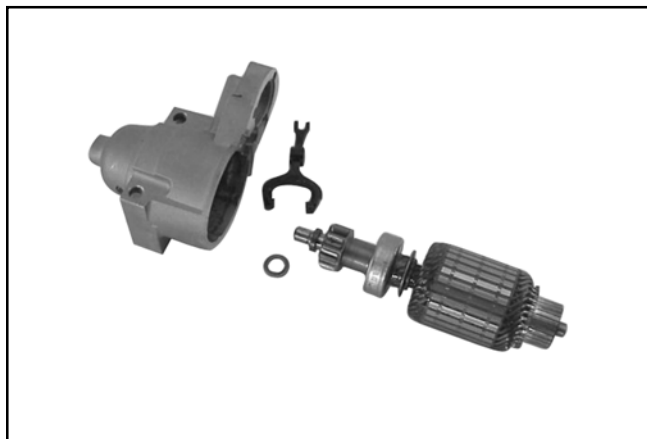

Figura 8-48. Indotto e leva smontati.
8. Estrarre la leva dell'innesto, quindi l'indotto dal cappuccio terminale dell'innesto. Vedere Figura 8-48.
9. Rimuovere la rondella reggispira dall'albero dell'indotto. Vedere Figura 8-48.